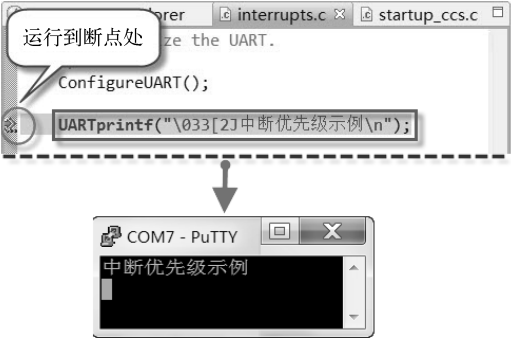

图 7-8 在 UARTprintf. 处放置断点及单步执行结果
d) 在如图 7-8 所示的位置放置一个断点, 接着让程序运行到该断点处, 再打开 PuTTY (COM7、波特率设置为 115200Baud)。然后单步执行程序, 当执行完 UARTprintf("\033[2J中断优先级示例\n")语句后, 在 PuTTY 上出现“中断优先级示例”, 说明此前程序运行正确。最后取消该断点。